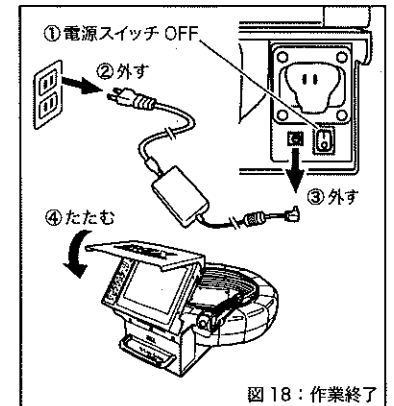

図 18 : 作業終了
8. 作業終了 (図18)
- ①電源スイッチを必ず「O」(OFF) にします。
- ②ACアダプタをコンセントから外し、③本体からも取り外してください。
- ④液晶モニタとフードを畳んでください。